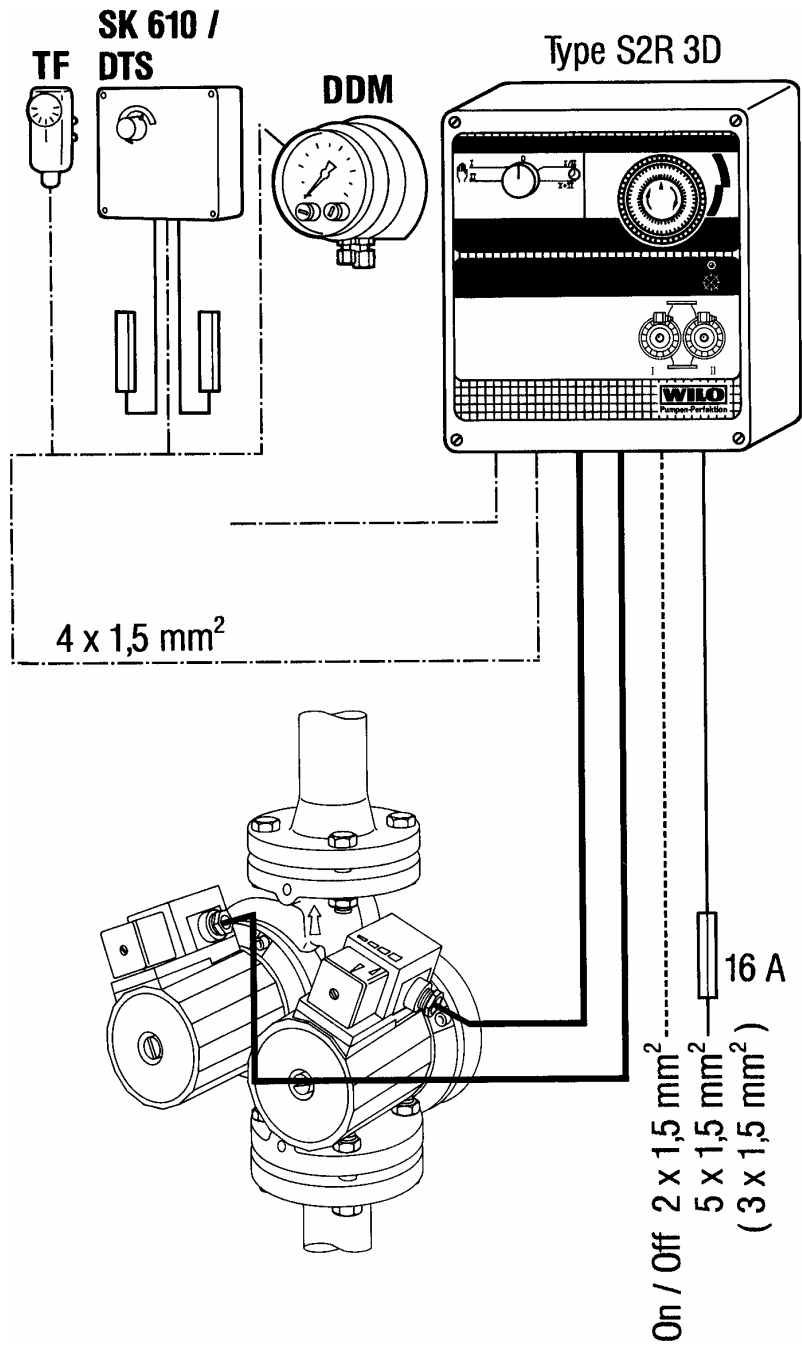
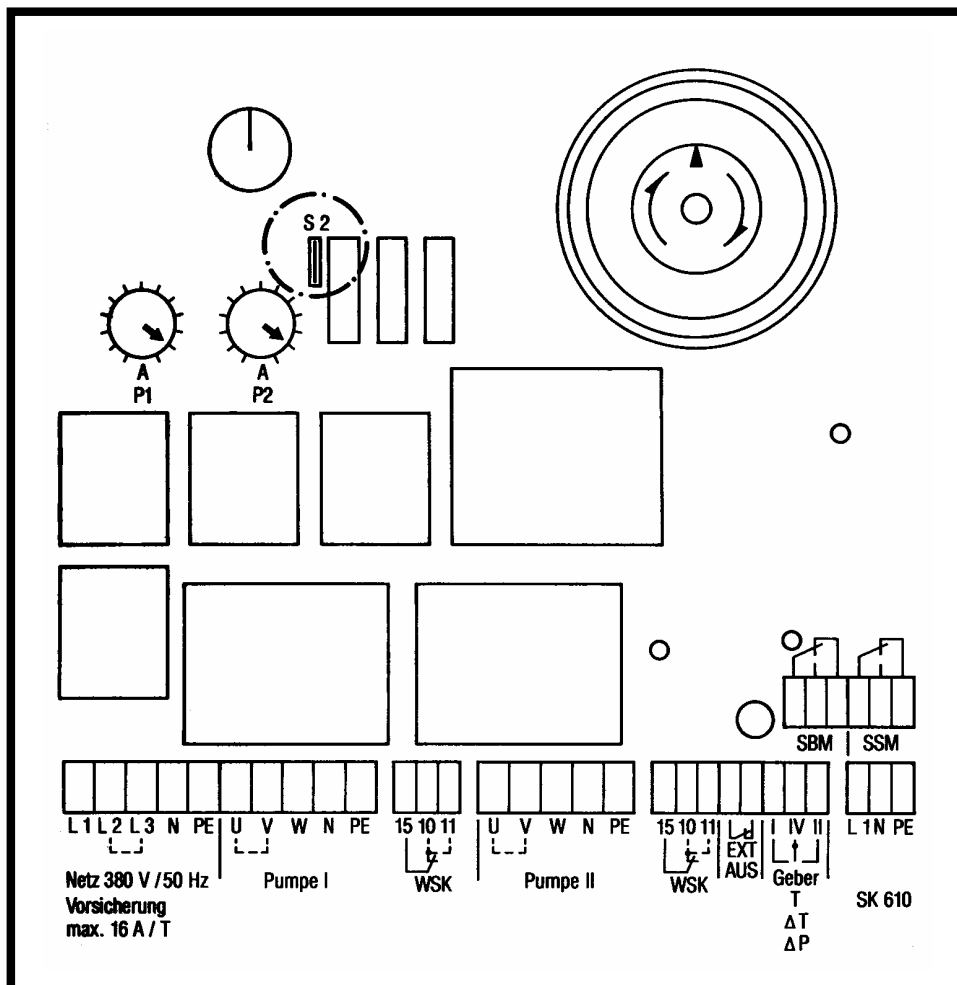

Рис. 4
Рис. 6
5.2 Электроподключение (рис. 4 и рис. 6)
- Сетевые предохранители: 16А, инерционные (рис. 4),
- **Подключение по рис. 4 и рис. 6** производить следующим образом:
- Питающий кабель прокладывайте таким образом, чтобы он не соприкасался с трубопроводом, корпусами насоса и мотора (рис. 4, поз. 3).
- **Трехфазные насосы:** кабель 7x1,5 мм², соедините клеммы мотора L1, L2, L3, PE с клеммами прибора U, V, W, PE. Переключатель S2 на плате прибора разомкнут (рис. 6).
- **Однофазные насосы:** кабель 5x1,5 мм², соедините клеммы мотора L1, N, PE с клеммами прибора W, N, PE. Клеммы U и V замкните перемычкой. Замкните переключатель S2 на плате прибора (рис. 6).
Защита мотора обеспечивается встроенным в прибор управления устройством защиты мотора по току. Поворачивая ручку потенциометра P1 и P2 (рис. 6) необходимо установить номинальный ток мотора каждого насоса (см. фирменную табличку на насосе), диапазон настроек от 1 до 10 А.
- Однофазные насосы: кабель 3x1,5 мм², соедините клеммы мотора L1, N, PE с клеммами прибора W, N, PE. Клеммы U und V замкните перемычкой. Замкните переключатель S2 на плате прибора (рис. 6).